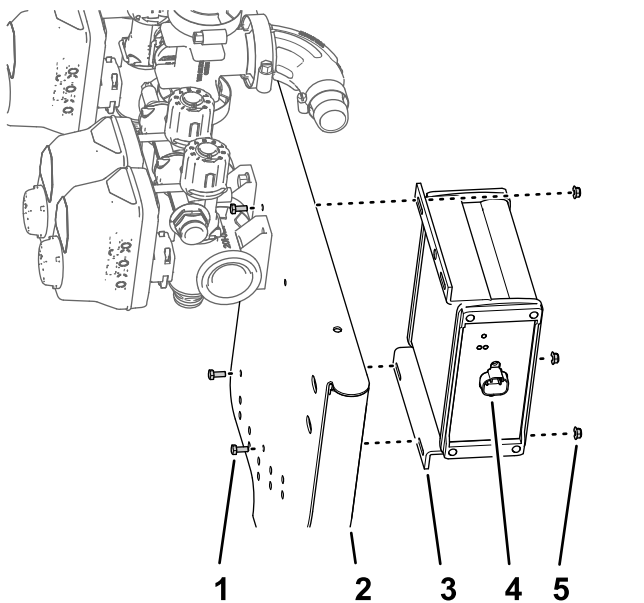

Bild 98
1. Fluchten Sie das ASC 10-Sprühsteuergerät mit der Vorderseite der Ventilbefestigung aus; der 4-Stift-Stecker sollte außen sein (Bild 98).
2. Befestigen Sie das Sprühsteuergerät mit den vier Schrauben (3 mm x 10 mm) und vier Sicherungsbundmutter (3 mm) an der Ventilmontage (Bild 98).